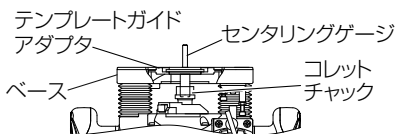

図 15
- (2) センタリングゲージをテンプレートガイドアダプタの中央穴とコレットチャック穴に収めます。(図 15)
- (3) コレットチャックを手で締付けます。
- (4) テンプレートガイドアダプタをネジで締付けたあと、センタリングゲージを引抜きます。